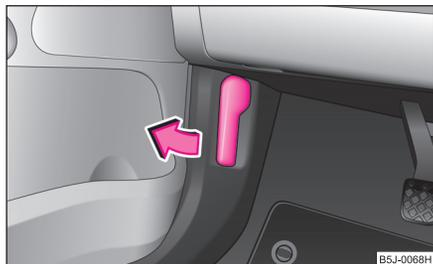

Fig. 154 Palanca de desbloqueo para el capó
- Tirar de la palanca de desbloqueo al lado izquierdo de bajos del tablero de instrumentos ⇒ fig. 154.
- Desbloquee el capó del vano motor ⇒ fig. 154.